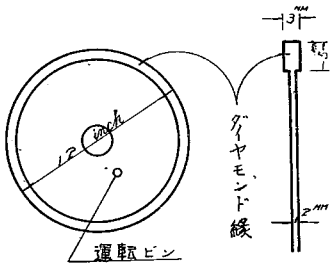

図35-2
- d) カッティング・ブレード; 当所で使用したのは12インチのブレードであり、図35-2のように厚さ2mmの鋼円板の周囲にダイヤモンドの粉末を特殊鋼と練り合わせ厚さ3mm、巾5mmに熔接してあり、このダイヤモンド縁がブレードの寿命である。運転中はブレードが相当に過熱されるが、このために給水設備があり、毎分1.0ガロンの水が双先に注がれ、30ガロンのタンクがつけられている。ブレードは前部のシャフトにネジで取付けられ、スリップを防ぐために特殊の運転ピンがついており、エンジンの廻転は4本のVベルトにより伝達される。